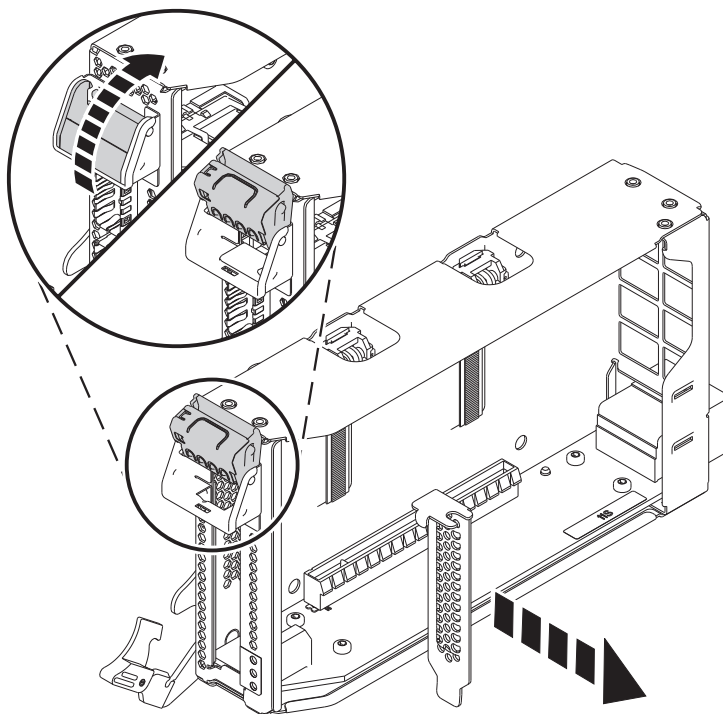

Figura 41. Extracció del panell de reblliment de l'adaptador PCIe del casset de l'adaptador
- c. Per desbloquejar una contrapunta del panell de reblliment, feu girar el pestell que es troba a l'extrem de la contrapunta del casset tal com es mostra a la Figura 41 a la pàgina 42.
- d. Extraieu la contrapunta del panell de reblliment del casset, tal com es mostra a la Figura 41 a la pàgina 42.